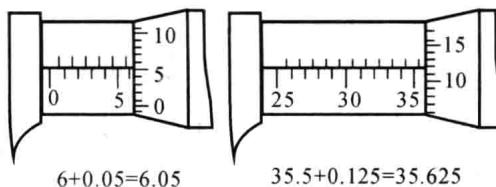

图 1-11 千分尺的读数方法
(1) 刻线原理。微测螺杆右端的螺纹螺距为 0.5mm,当活动套管旋转一周时,螺杆就沿轴线方向移动 0.5mm。活动套管圆锥面上共等分刻有 50 格,当活动套管转动一格,则螺杆移动 0.01mm。
(2) 读数方法。如图 1-11 所示。